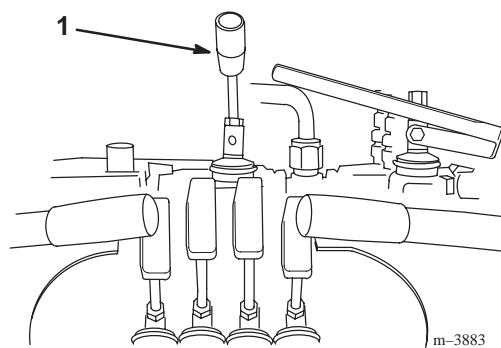

Figure 2
1. Vissez le levier dans le tiroir de sélection de vitesse (Fig. 2).